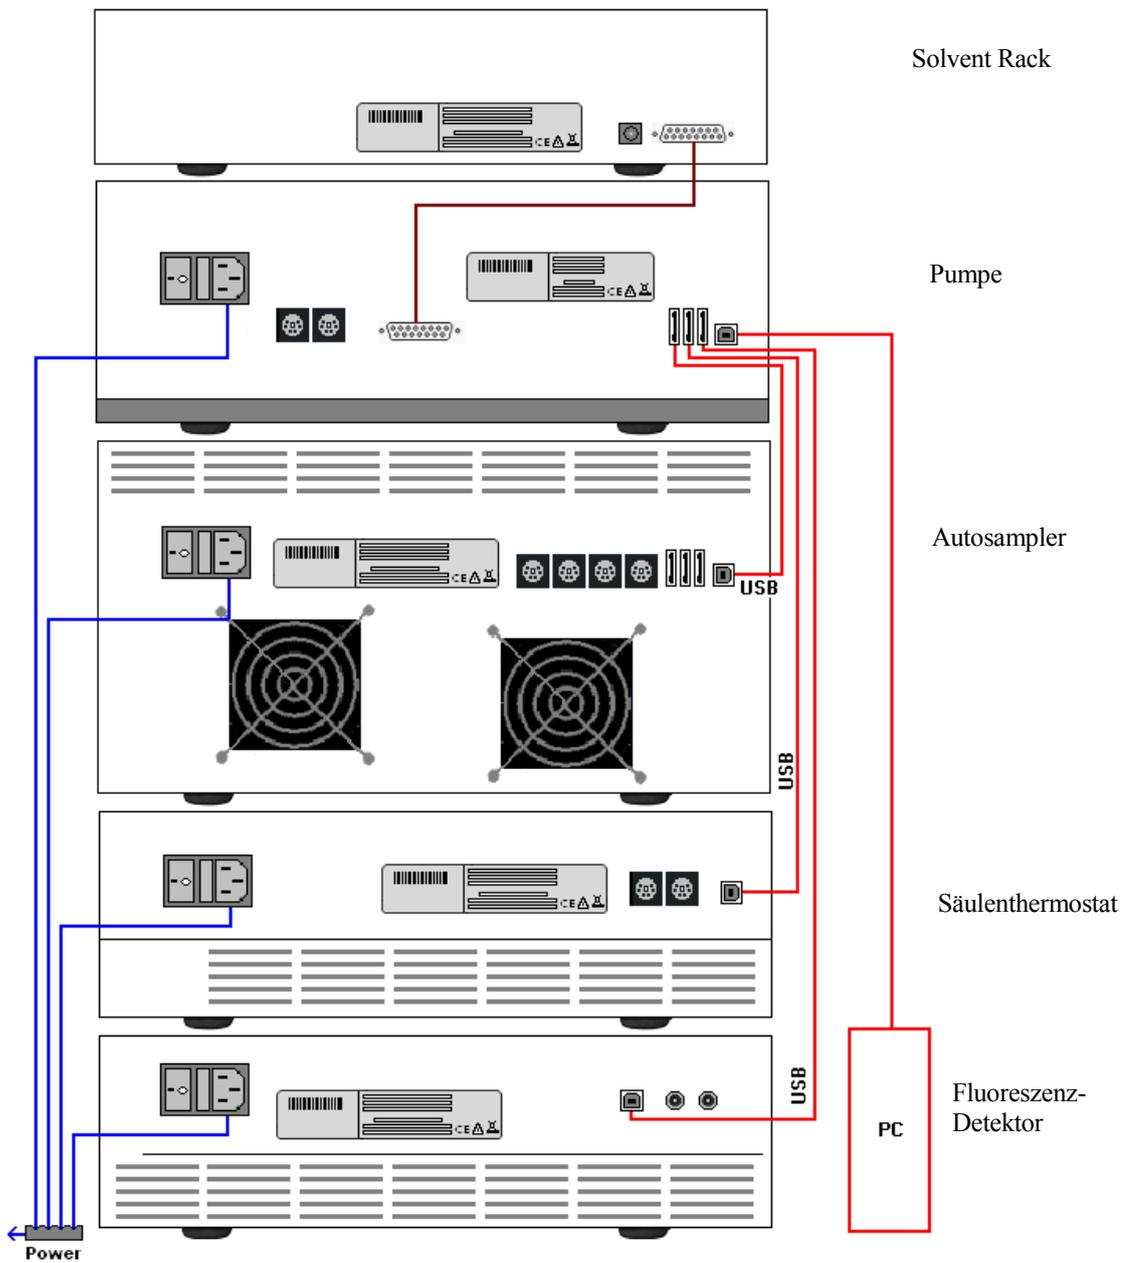

Abb. 8: Beispiel für die Verbindung der Module auf der Rückseite eines UltiMate 3000-Systems
- Verbinden Sie den Detektor mit dem internen USB-Hub der Pumpe. Thermo Fisher Scientific empfiehlt, alle Module mit der Pumpe zu verbinden und nur eine Verbindung von der Pumpe zum Rechner zu führen (→ Abb. 8, Seite 29). Ist im System außer dem Fluoreszenz-Detektor zusätzlich ein UV-Detektor installiert, so wird empfohlen, den UV-Detektor direkt mit dem Chromeleon-Rechner zu verbinden.